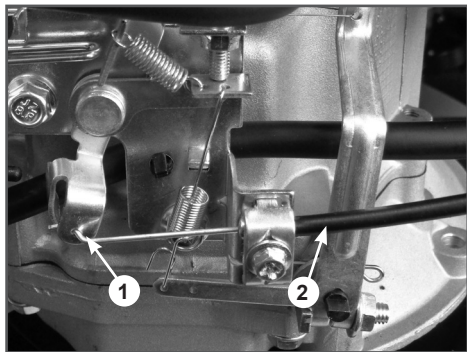

Рис. 4 Крепление троса газа
2. Вставьте Z-образный конец троса газа (1) в отверстие на рычаге управления, а оболочку троса (2) газа закрепите скобой крепления (Рис. 4).